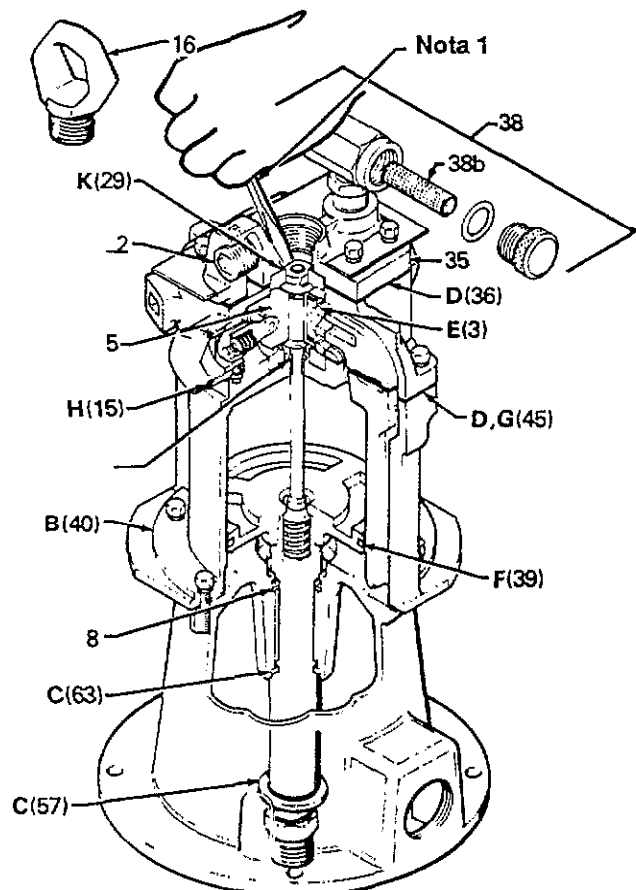

Fig 8-1
Pour redémarrer un moteur calé, dévisser l'anneau de levage (28) du carter de détente (35) et, à l'aide d'un tournevis, pousser le logement des soupapes (5) vers le bas. Voir Fig. 8.1.
Pour localiser une fuite d'air, couper l'alimentation pneumatique, puis débrancher le flexible d'air du moteur. Dévisser le raccord d'entrée (38) du chapeau du collecteur d'air (35), déposer l'enveloppe du moteur pneumatique, puis revisser le raccord dans le collecteur. Voir la Fig. 8.1. Rebrancher le flexible d'air et ouvrir l'alimentation pneumatique. Faire caler la pompe en course ascendante et descendante, comme indiqué dans le **TABLEAU DE CONTROLE**, et régler le régulateur d'air à seulement 0,7-1 bar. Déterminer le point de fuite d'air par les méthodes de vérification données dans le **TABLEAU DE CONTROLE** ci-après.